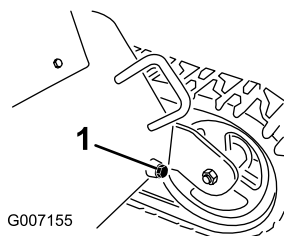

Figure 74
7. Placer un grand bac de vidange (d'au moins 60 l [15 gallons américains] de capacité) sous le bouchon de vidange à l'avant de la machine (Figure 74).
8. Retirez le bouchon de vidange pour permettre à l'huile de s'écouler dans le bac de vidange (Figure 74).